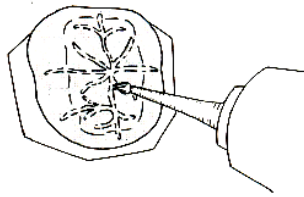

Figura 6 - Acabamento com pontas diamantadas e pedras abrasivas
2. Fazer acabamento com pontas diamantadas e pedras abrasivas (verde e branca) (Figura 6);